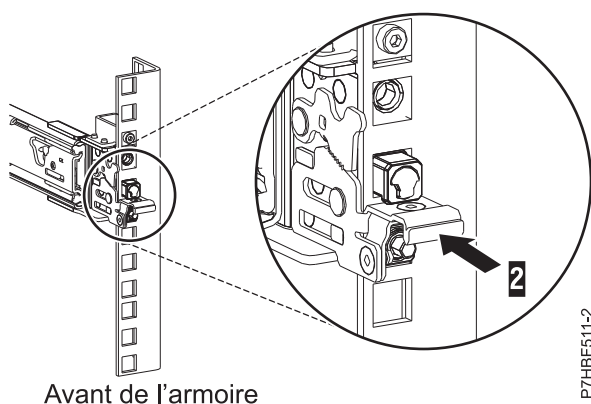

Figure 6. Loquet installé sur la glissière avant de l'armoire
7. Lorsque vous tirez la glissière vers l'avant, vérifiez que les trois broches traversent les trous d'armoire, puis insérez complètement le loquet avant (2). Pour plus de détails, voir figure 6.